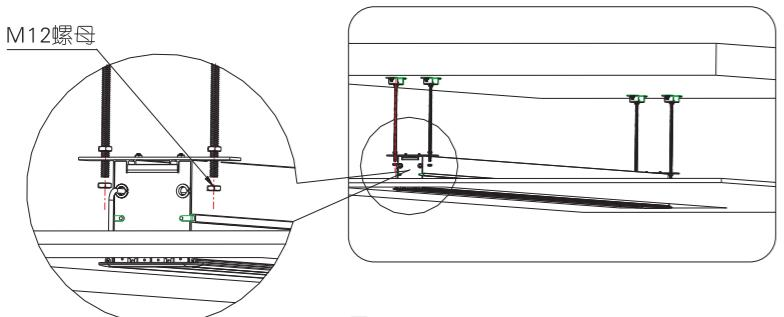
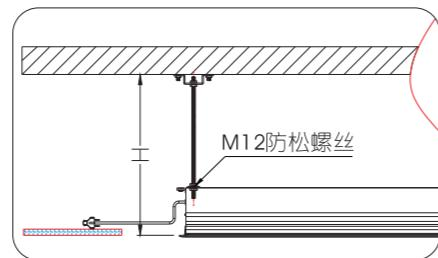

图15
图16
7. 用M12螺母将银幕固定住，如图15所示，再通过调节螺母将其安装距离调节至H（混凝土房顶的底面到天花板的底面高度距离），拧下M12防松螺母，将整支银幕安装牢固，如图16所示，并接上电源。